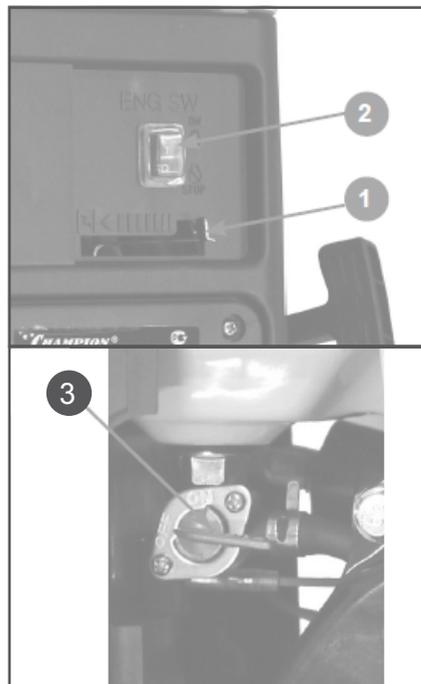

Рис. 9 Запуск двигателя
2. Закройте воздушную заслонку (переведите рычаг 1 (Рис.9) влево до упора).